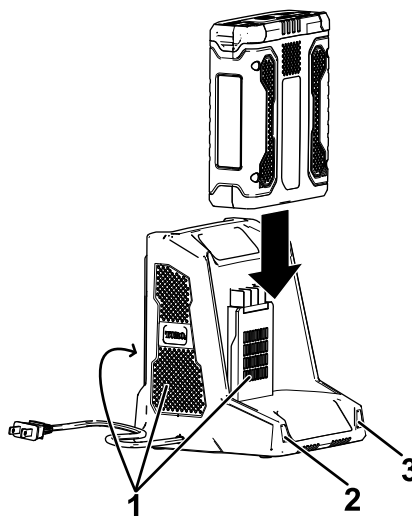

Figura 10
4. Introduzca la batería en el cargador hasta que esté completamente asentada (Figura 10).